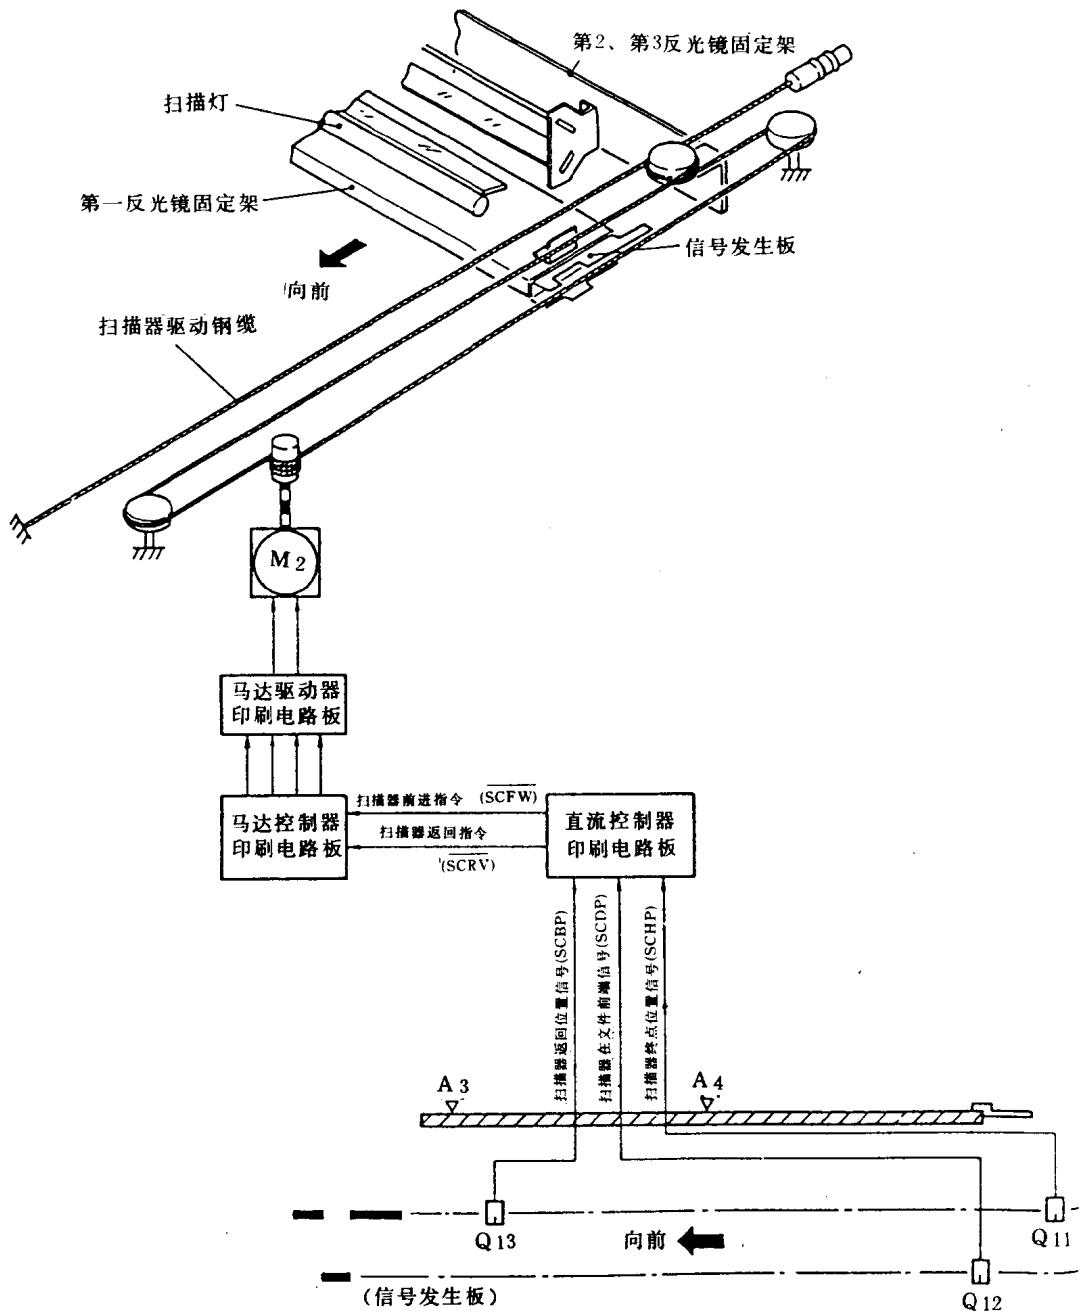

图 1-1-16 光学单元
- ①第三反光镜 ②第二反光镜 ③第一反光镜 ④扫描灯 ⑤原稿台玻璃 ⑥原稿台盖 ⑦镜头 ⑧一次充电电晕器 ⑨空白曝光灯组件 ⑩第六反光镜 ⑪彩色显影器 (CD) ⑫黑色显影器 ⑬第五反光镜 ⑭第四反光镜 ⑮多点供纸盘 ⑯搓纸辊 ⑰上搓纸辊 ⑱第一对位辊 ⑲第二对位辊 ⑳预转印电晕器 ㉑转印 ㉒感光鼓组件 ㉓双面复印供纸组件 ㉔输送带 ㉕清洁刮板 ㉖定影器 ㉗定影器输纸辊 ㉘导向器 ㉙输纸辊 ㉚消电灯 ㉛下搓纸辊
(1) 光学单元。由曝光灯、反光镜组成的扫描器靠一个直流电机驱动，扫描器前进或后退由电机的转动方向决定，行程的长短由信号板与主机上各传感器的接触再通过控制系统决定。如图 1-1-16 所示：扫描灯和第 1 反光镜向前移动时，曝光灯照亮原稿，将原稿的深浅分布通过移动的第 2, 第 3 反光镜送到镜头，再经反光镜送至感光鼓表面，形成和原稿对应的潜像。